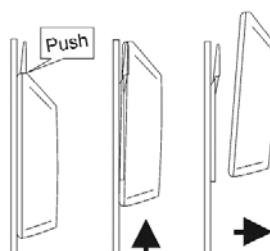

Fig. 4
4. Per sganciare lo strumento, premere leggermente la linguetta della staffa e farlo scorrere. (Fig. 4.)